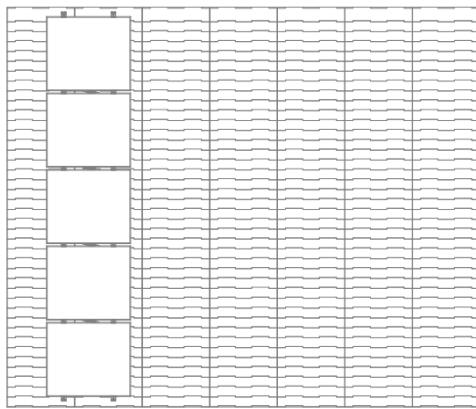
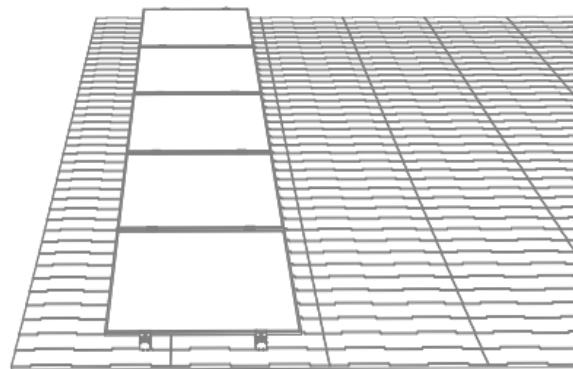

図 11
図 12
- 1枚目と2枚目のモジュールの取付方法を参考にして、1列目のモジュールの取付を完了します（図11、図12参照）。